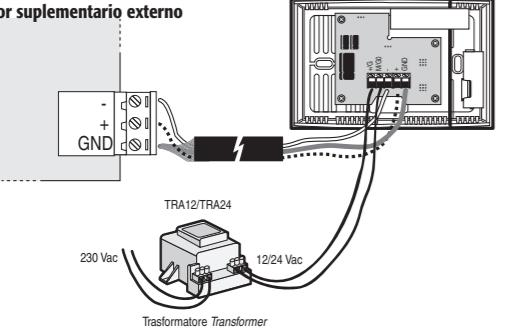

Fig 7
- è da prevedere un isolamento principale rispetto all'alimentazione di rete per il controllo a cui la sonda è collegata. Per evitare errori dovuti alla corrente di alimentazione si può utilizzare una alimentazione supplementare da un trasformatore esterno (fig. 7 cod. trasformatore TRA12VDE00 o TRA2400001).
- per ridurre i disturbi di alimentazione (con versioni NON optoisolate) si può utilizzare una alimentazione supplementare da trasformatore esterno (vedi es. fig. 7 con codice trasformatore TRA12VDE00 o TRA2400001). Il trasformatore non deve essere collegato a terra e può essere posizionato dentro il quadro del regolatore, eliminano così i disturbi di alimentazione. Nel caso l'applicazione richieda più di 100m (fig. 6) tra sonde e 500m in totale.
- basic insulation is required from the mains power supply for the controller that the probe is connected to. To avoid errors due to the power supply current, an additional power supply from external transformer can be used (Fig. 7 code. transformer TRA12VDE00 or TRA2400001).
- to reduce the disturbance of the power supply (with versions that are NOT optically-isolated), an additional power supply from external transformer can be used (see e.g. Fig. 7 with transformer code TRA12VDE00 or TRA2400001). The transformer must not be earthed and may be positioned inside the controller panel, this eliminating disturbance from the power supply. If the application requires multiple serial probes, a transformer must be used for each probe. Doing this, the max connection distance is 100 m (Fig. 6) between the probes and 500 m in total.
- il faut prévoir une isolation principale par rapport à l'alimentation de l'éureau pour le contrôle auquel la sonde est reliée. Pour éviter les erreurs dues au courant d'alimentation, vous pouvez utiliser une alimentation supplémentaire fournie par un transformateur externe (fig. 7 code transformateur TRA12VDE00 ou TRA240000).
- pour réduire les interférences d'alimentation (avec versions NON optoisolées), vous pouvez utiliser une alimentation supplémentaire par transformateur externe (voir ex. fig. 7 avec code transformateur TRA12VDE00 ou TRA240000). Le transformateur ne doit pas être connecté à la terre et peut être installé à l'intérieur du tableau du régulateur, en éliminant ainsi les interférences d'alimentation. Dans le cas où l'application requiert plusieurs sondes série, il faut prévoir un transformateur pour chaque sonde. de cette façon, la distance max. de branchement peut être de 100m (fig. 6) entre sondes et de 500m au total.